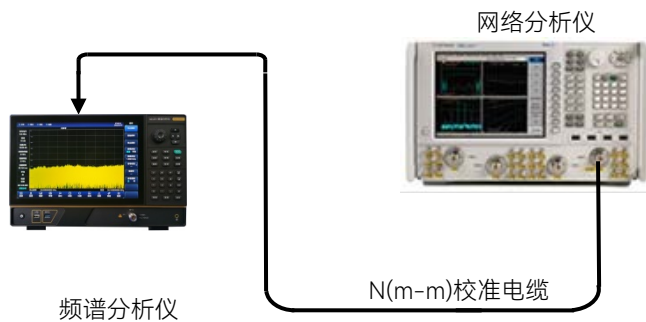

图 15.18 输入端口电压驻波比测试
- 3) 完成校准之后，从校准电缆末端上取下校准件并接到频谱分析仪的射频输入端口上，如图 15.18 所示；